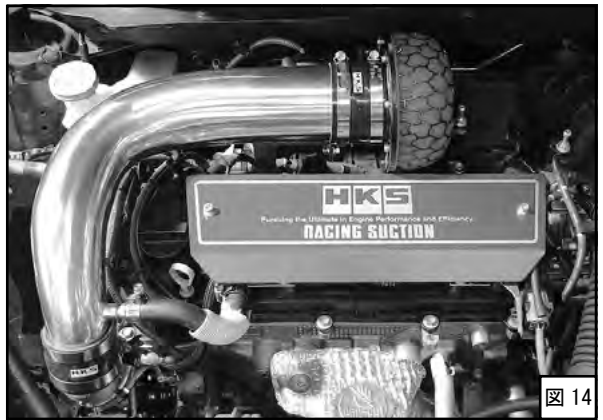

図 14
(9) パワーフロー本体がボディなどと干渉しないように位置を決めてください。位置が決まったら、ホースバンド・ボルトを固定してください。この時ホースバンド・ボルトを締めすぎないようにしてください。(図14)